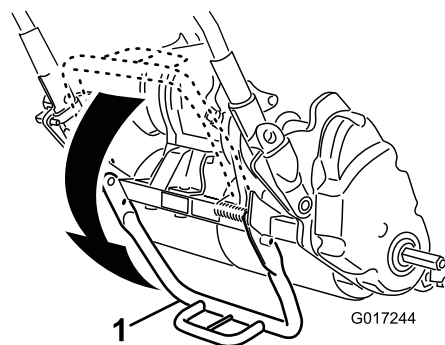

Bild 18
1. Drücken Sie die Mitte des Ständers mit dem Fuß nach unten und ziehen Sie die untere Holmstütze nach oben, bis der Ständer nach vorne gedreht ist und sich über der Mitte befindet (Bild 18).